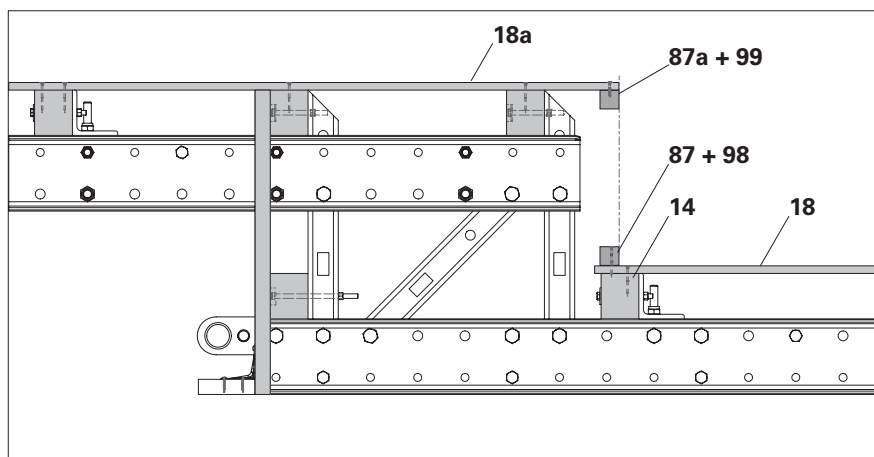

Fig. C3.06
4. Fissare il travetto 50x50 (**87a**) al pannello di protezione preforato (**18a**) con viti 6x60 (**99**). (Fig. C3.06)